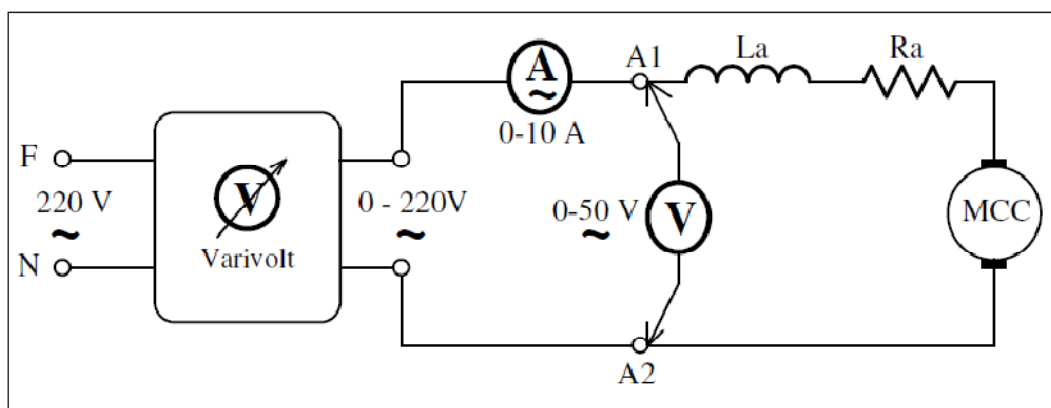

Figura 1 – Circuito para medição da impedância da armadura.
- Ainda sem alimentação no circuito de campo, alimente a armadura com tensão alternada de forma que circule entre 3 e 5 A, conforme mostrado na figura 1.